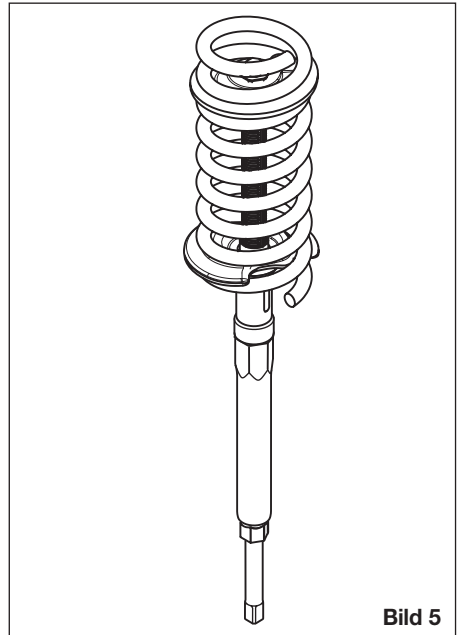

Bild 5
- Mit Hilfe des Rohrschlüssels ⑥ und der Umschaltknarre ⑧ den Antrieb betätigen **Bild 5**.
- Bei Lösen der Feder aus den Halterungen/Gummiaufnahmen mit Hilfe des Rohrschlüssels ⑦ gegenhalten **Bild 5** um das Verdrehen/Mitdrehen zu verhindern.